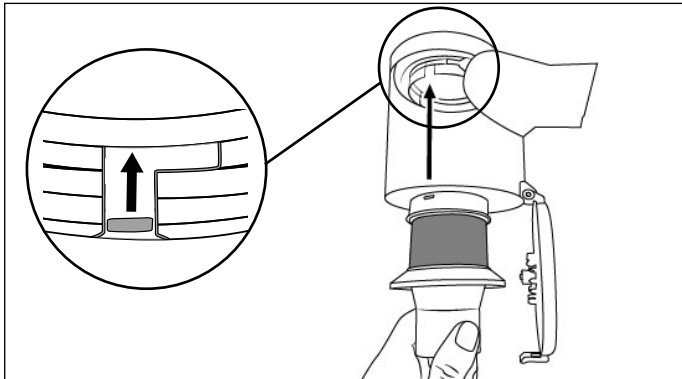

Abb. 21
- 7) Setzen Sie den Edelstahlfilter **11** in den Staubbehälter **7** ein und drehen Sie ihn gegen den Uhrzeigersinn, bis er im Staubbehälter **7** einrastet. Achten Sie dabei auf die Arretierungen am Edelstahlfilter **11**. Der Edelstahlfilter **11** kann durch diese Arretierungen nur in einer bestimmten Position entlang der Arretierungsschienen des Staubbehälters **7** eingesetzt werden (siehe Abb. 21 und 22).